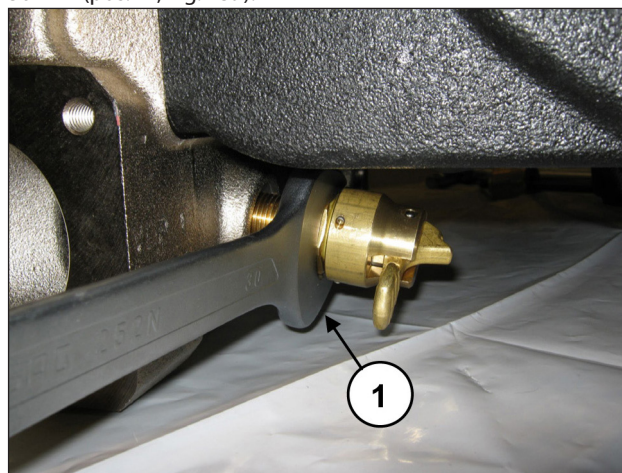

Fig. 139
Svitare il dispositivo apertura valvole mediante chiave da 30 mm (pos. ①, Fig. 139).